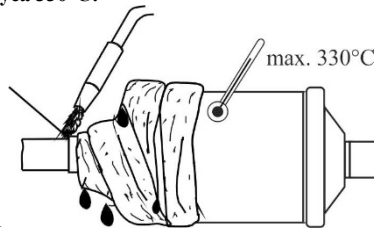

Рис.1
**1. Соединение под пайку: (Рис.1)**